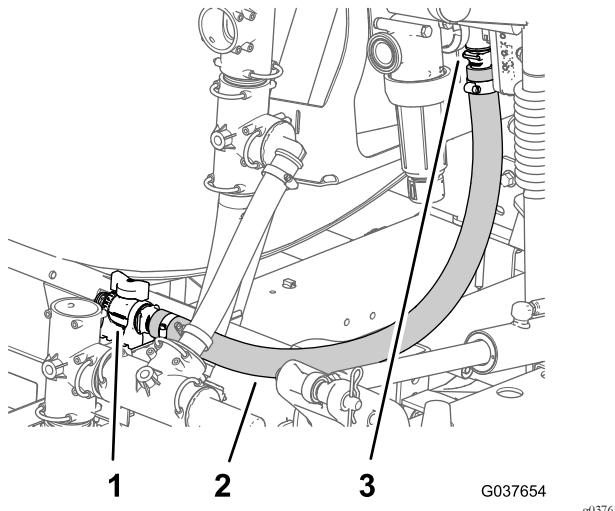

Figura 55
2. Disponete il flessibile alla valvola di accelerazione dell'agitatore (Figura 55).